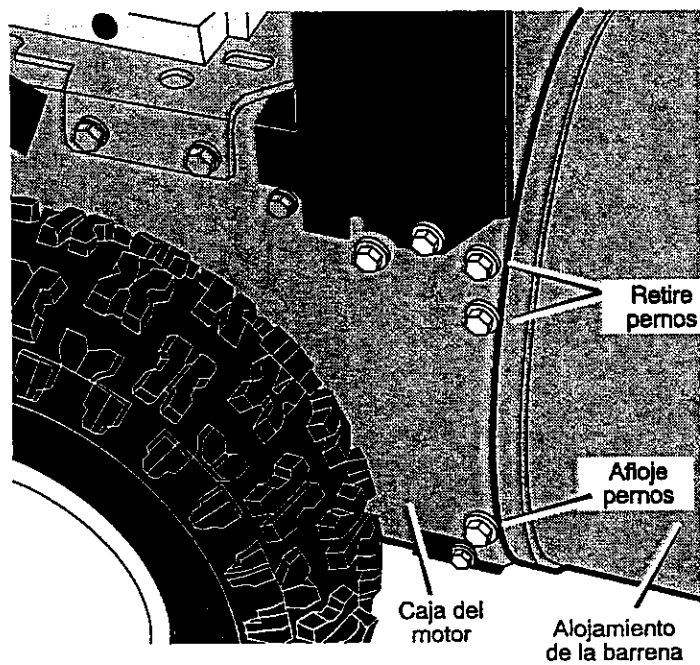

Figura 73
8. Retire los cuatro pernos superiores que unen el alojamiento de la barrena y la caja del motor. Afloje los dos pernos inferiores. Ahora el alojamiento de la barrena y la caja del motor pueden separarse para retirar la correa (Figura 73).